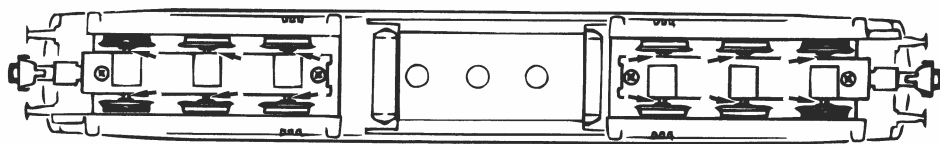
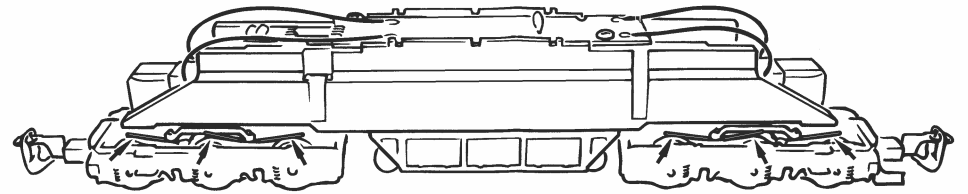
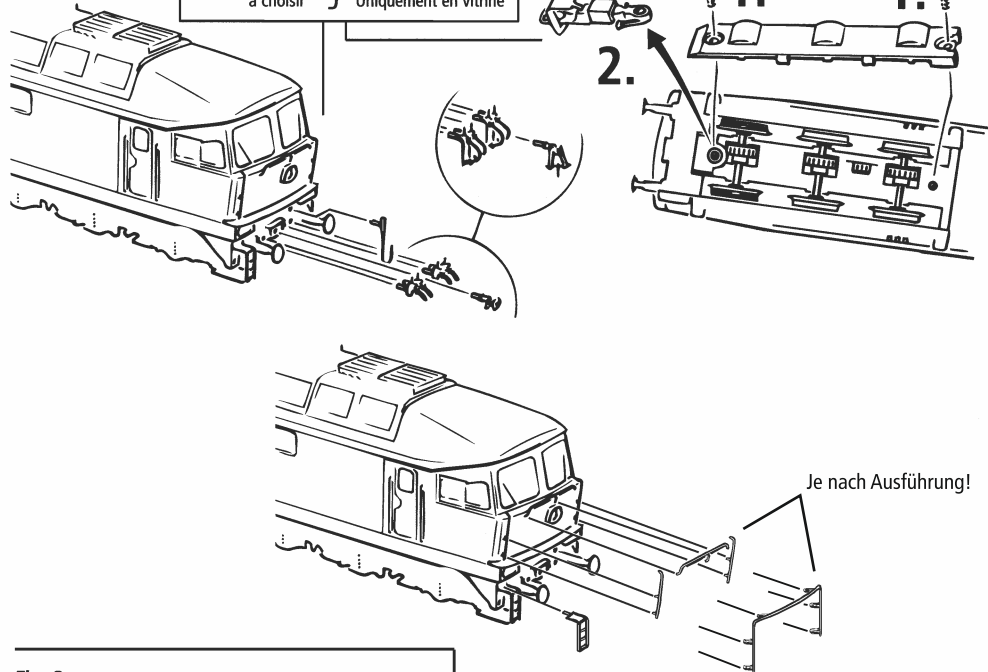

Fig. 9
Fig. 10
Fig. 3
1. Reinigung der Radstromkontakte: Radstromkontakte können auf unsauberen Schienen leicht verschmutzen. Bitte **entfernen Sie vorsichtig** mit einem kleinen Pinsel **den Schmutz** an den in Fig. 9 gekennzeichneten Stellen. Dazu zuerst das Lokgehäuse abnehmen (Fig. 3).
2. Schmierung: Versehen Sie die im Schmierplan in Fig. 8 gekennzeichneten Stellen mit nur **kleinen Öltropfen**. Dazu zuerst das Lokgehäuse abnehmen (Fig. 3). Wir empfehlen den **ROCO-Öler** Art. Nr. **10906**. Zur Schmierung der Getriebeteile (Zahnräder, Schnecke) empfehlen wir das **ROCO-Spezialfett 10905**. Im Falle der Schmierung diese Teile bitte nicht ölen.
4. Kohlebürstenwechsel: Lokgehäuse abnehmen (Fig. 3). Danach werden die **Kohlebürsten** bzw. der Motor ausgewechselt (Fig. 10).
1. Nettoyage des lames de contact aux roues: Les lames de contact risquent de s'encrasser rapidement sur des voies poussiéreuses. Veuillez **enlever la poussière** aux endroits marqués à la fig. 9 à l'aide d'un petit pinceau souple après avoir démonté le couvercle d'engrenage (fig. 3).
2. Graissage: N'appliquez **qu'une tout petite goutte** aux endroits indiqués par le plan de graissage (fig. 8) après avoir démonté la caisse de la locomotive (fig. 3). Nous vous recommandons le **graisseur à huile ROCO réf. 10906**. Pour graisser les engrenages (roues dentées, vis sans fin) nous vous conseillons la **graisse spéciale Roco réf. 10905** pour engrenages en matières synthétiques. Lorsque vous utilisez cette graisse il faut éviter d'huiler ces composants.
4. Remplacement des balais du moteur: Démontez la caisse (voir fig 3). Démontez ensuite le moteur et échangez le balais ou le moteur (fig. 10).
1. Reinigen van de wielcontacte: Verwijder met een penseel het vuil van de aangegeven plaatsen (Fig. 9).
2. Het smeren: Op de aangegeven punten slechts een **enkel oliedruppeltje** (Fig. 8). Daartoe wel eerst het lochuis verwijderen (Fig. 3). Wij adviseren **Rovo-smeerolie Nr. 10906**. Voor het smeren van de aandrijving (tandwielen, wormwielen, etc.) adviseren wij **Roco-smeervet Nr. 10905**. Let op. Geen olie gebruiken waar smeervet zit.
4. Het vervangen van de koolborstels: Loc-kap verwijderen (Fig. 3). Daarna tilt u de motor eruit en kunt u de borstels vervangen (Fig. 10).
1. siehe } Fig. 3